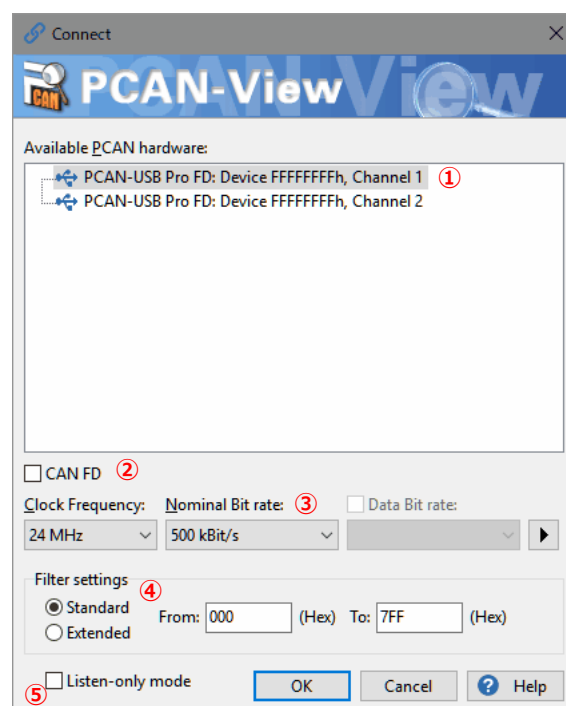

図 F-1
Available PCAN hardware に表示されているハードウェアを選択します。図 F-1 ① の例では、CAN1 の場合、[PCAN-USB Pro FD: Device FFFFFFFF, Channel 1] を選択します。
CAN FD のチェックボックスを外します (図 F-1 ② 参照)。
Nominal Bit rate (図 F-1 ③ 参照)
Filter settings ボックス (図 F-1④ 参照)
Listen-only mode (図 F-1⑤ 参照)